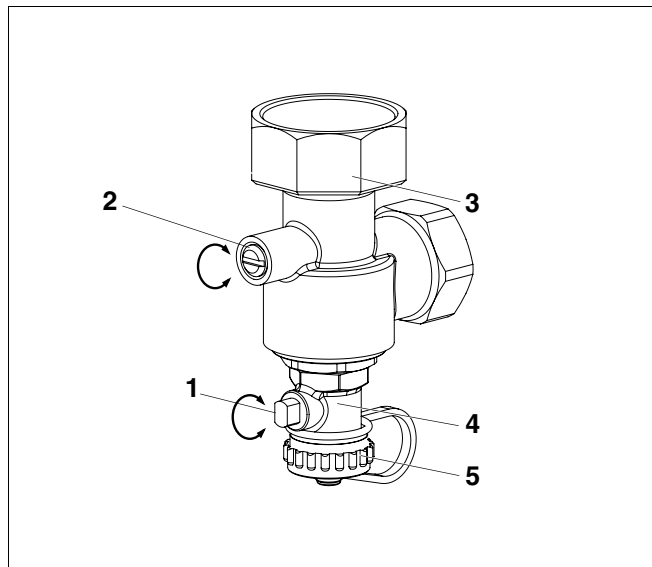

Рис. 15 Угловой обратный клапан
- Повернуть шлиц на головке винта (рис. 15, **поз. 2**) углового обратного клапана в вертикальное положение (всегда открыто).
- Отвернуть крышку (рис. 15, **поз. 5**) крана для заполнения (рис. 15, **поз. 4**), накрутить шланг для заполнения и перевести вороток (рис. 15, **поз. 1**) на кране в вертикальное положение (открыто).
- Медленно заполнять установку через кран для заполнения (рис. 15, **поз. 4**) в течение примерно 1/2 минуты.
- Перевести шлиц на головке винта (рис. 15, **поз. 2**) углового обратного клапана в горизонтальное положение (рабочее состояние).
- Продолжить заполнение установки через кран для заполнения (рис. 15, **поз. 4**).